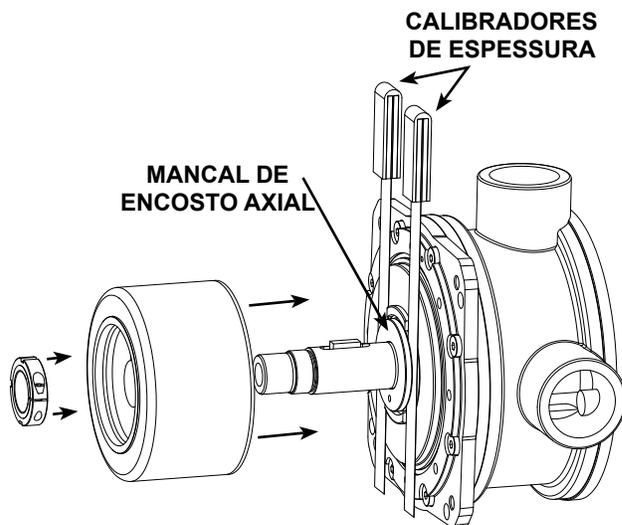

FIGURA 12
7. Posicione dois calibradores de espessura (0,002"), um em cada lado, entre a bucha da placa adaptadora e o mancal de encosto axial do magneto interno. Consulte a **Figura 12**. Isto estabelecerá a folga apropriada para os mancais de encosto. Apertar a contraporca até que os calibradores de espessura estejam justos, mas ainda possam ser removidos. Não remova os calibradores de espessura nesta hora.